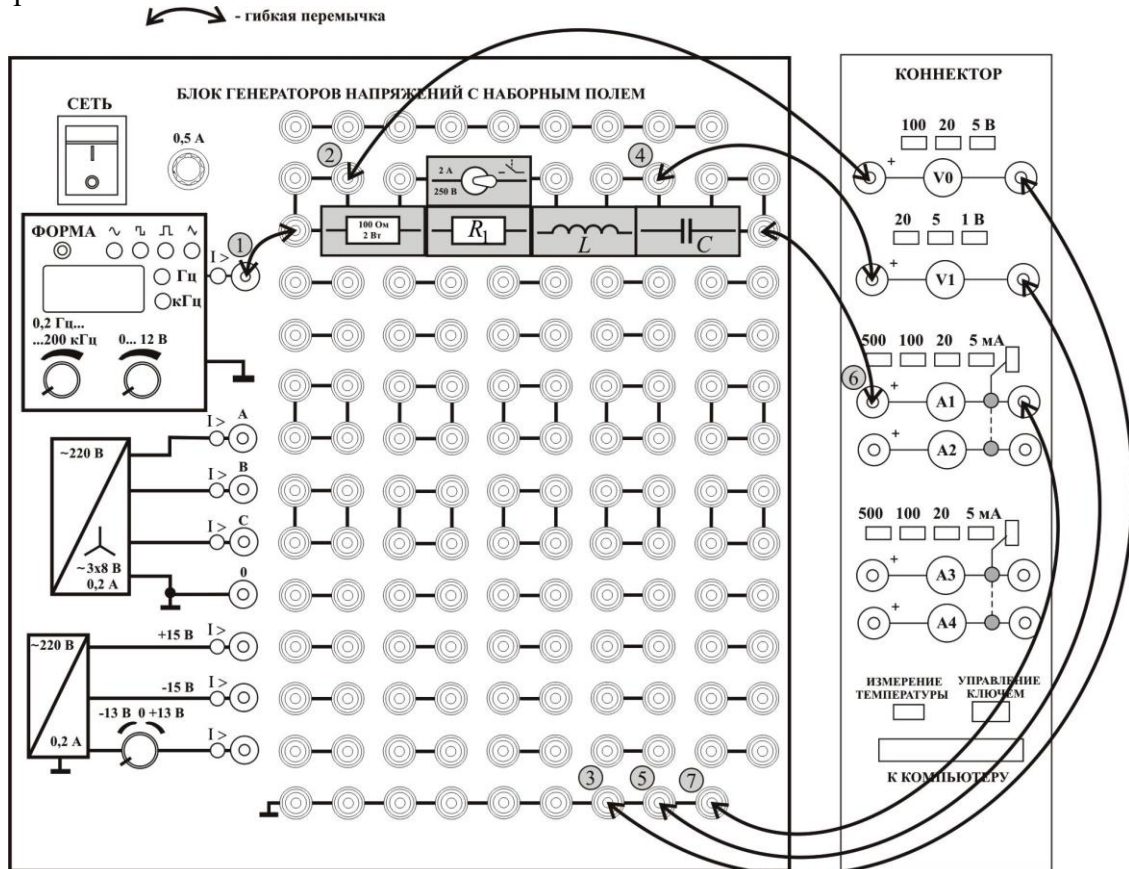

Рис. 8. Монтажная схема.
Для монтажа исследуемой схемы на наборном поле, рекомендуется на первом этапе смонтировать только мини блоки, а затем подключить генератор и измерительные приборы, рис. 8.
Кнопкой Форма (рис. 8), установить синусоидальную форму сигнала генератора. Вращая ручку регулировки амплитуды, установить напряжение генератора $V_0 = 8\text{ В}$ и занести в столбец V_0 . Напряжение контролировать по виртуальному вольтметру V_0 . При проведении измерений поддерживать это напряжение неизменным.
2.2.5.2. Установите мини блоки схемы (рис. 8) в соответствии с номером Вашего стенда (таблица 2).